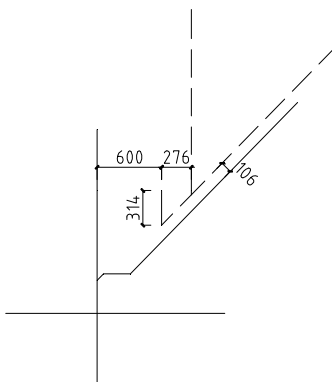

图 14-21 绘制热给水管线
**02** 绘制热给水管线。在命令行中输入 HZGX 命令按回车键，在弹出的【管线】对话框中单击“热给水”按钮，绘制热给水管线的结果如图 14-21 所示。